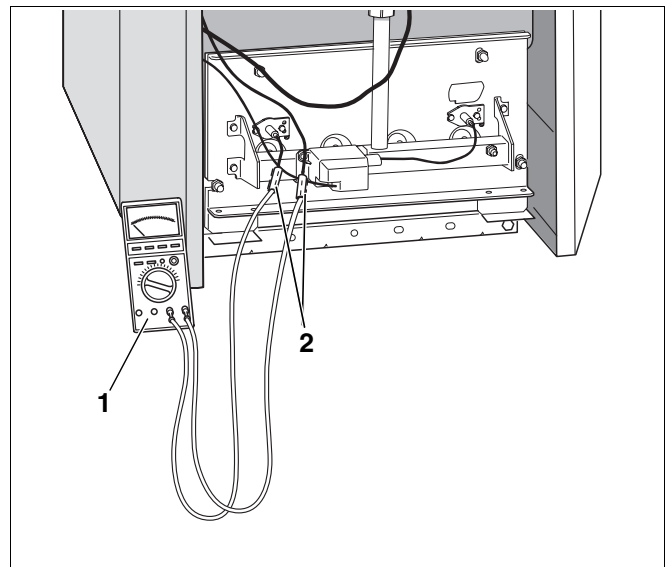

Abb. 33 Ionisationsstrom messen
- Messgerät (Abb. 33, **Pos. 1**) an den Kontakten der aufgetrennten Steckverbindung des Überwachungskabels (Abb. 33, **Pos. 2**) in Reihe anschließen.
- Am Messgerät (Abb. 33, **Pos. 1**) den  $\mu\text{A}$ -Gleichstrombereich wählen.
- Steckverbindung des Überwachungskabels (Abb. 33, Seite 48, **Pos. 2**) wieder zusammenstecken.